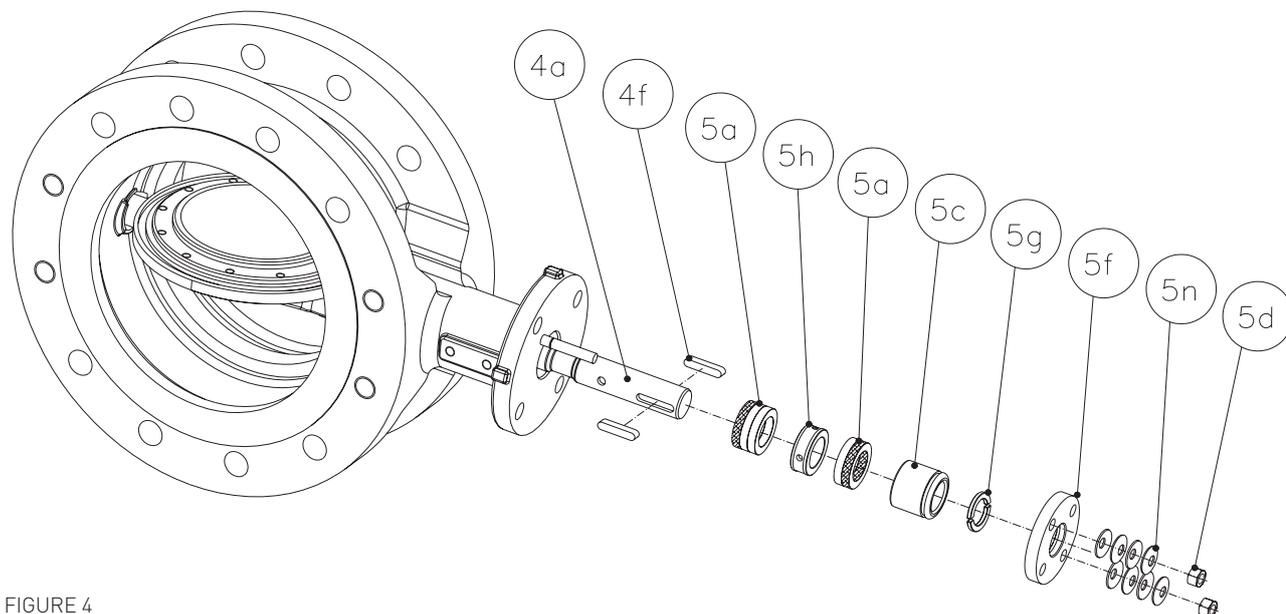

FIGURE 4
Se reporter à la figure 4.
6. Appliquer une fine pellicule de lubrifiant (conforme au tableau 3) sur les surfaces de chaque nouvelle bague d'étanchéité de la garniture (5a). Insérer de nouvelles bagues de garniture, en veillant à insérer les deux bagues tressées en bas et en haut de l'ensemble de la garniture. Si la vanne est équipée d'une option de rinçage de la garniture, insérer la bague de la lanterne (5h) en suivant l'ordre d'origine (ou comme indiqué dans la figure 4). Si les bagues d'étanchéité de la garniture sont en deux parties, effectuer la mise en place en espaçant les parties de 180° l'une de l'autre.